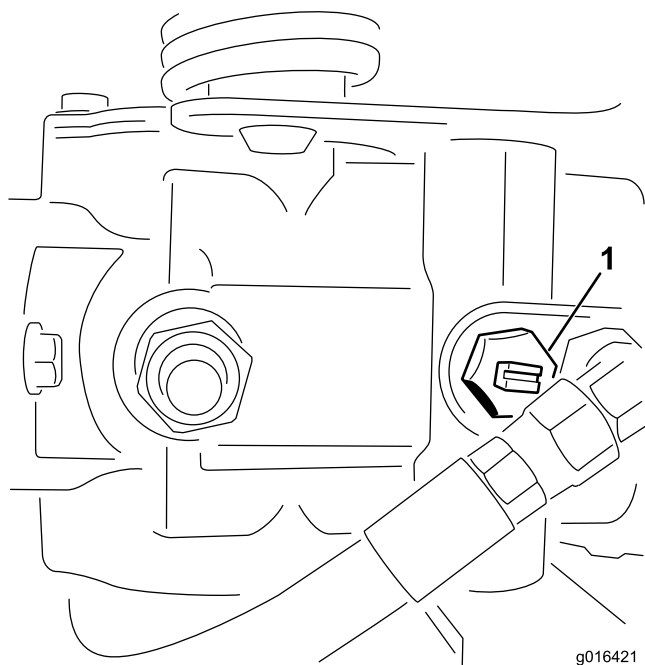

Figura 33
1. Localize a válvula de derivação na bomba e rode-a de forma a que a ranhura fique na vertical (Figura 33).
2. Antes de ligar o motor, feche a válvula de derivação rodando-a de forma a que a ranhura fique na horizontal (Figura 33).